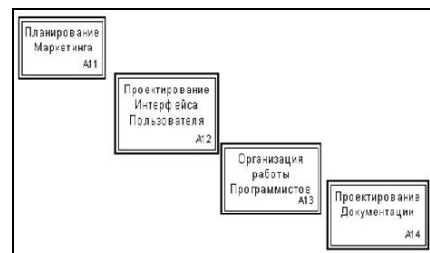

Рисунок 4.3 – Группировка объектов
* Сгруппировать объекты можно также последовательной отметки их при нажатой клавише Shift левой клавишей мыши (рисунок 4.3).